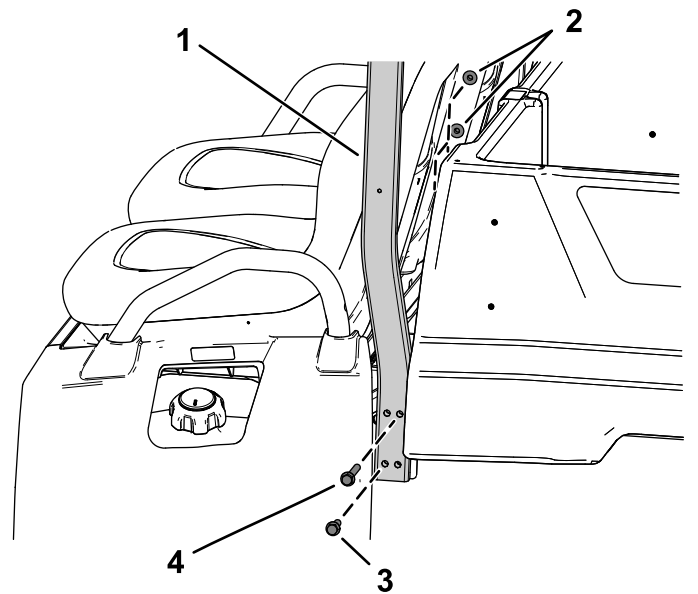

图12
1. 如 图12 所示用 2 个凸缘头螺栓  $\frac{3}{8}$  x 3 $\frac{1}{2}$  英寸、2 个凸缘头螺栓  $\frac{3}{8}$  x 1 $\frac{1}{4}$  英寸和 4 个锁紧螺母  $\frac{3}{8}$  英寸松松地安装 2 个后安装管。